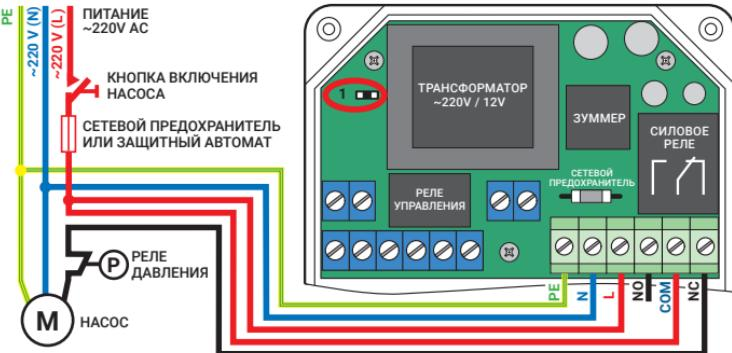
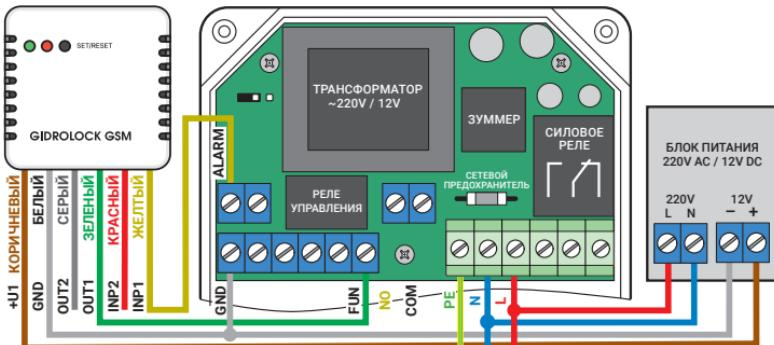

Рис. 9. Схема подключения скважинного насоса в системе водоснабжения загородного дома
Рис. 10. Схема подключения GSM-модема GIDROLOCK с внешним блоком питания 12 В.
**6.7. Рис. 9. Схема подключения к блоку управления скважинного насоса в системе водоснабжения загородного дома.**
**ВНИМАНИЕ!** Для отключения функции «автопропорта» установите джампер (1). Нагрузочная способность реле управления: I max=10 A.
**6.8. Рис. 10. Схема подключения GSM-модема GIDROLOCK с внешним блоком питания 12 В. Сигнал аварии ALARM с блока управления подается на вход INP1 GSM-модема GIDROLOCK для SMS оповещения об аварийной ситуации (протечка воды).**